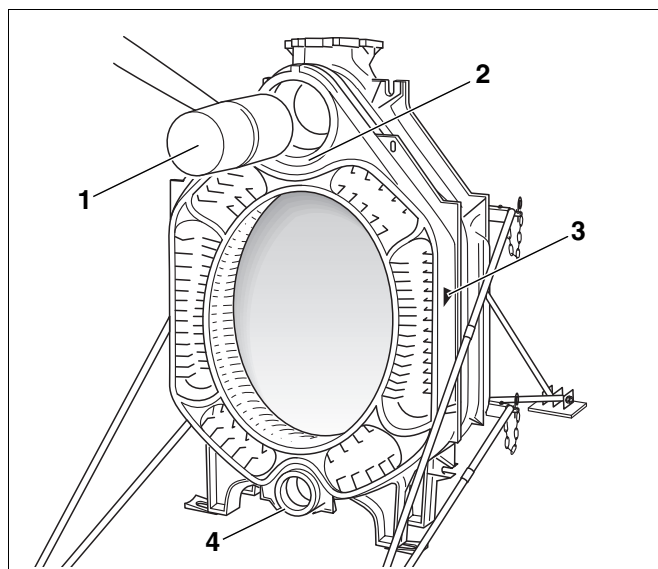

Fig. 18 Montarea elementului intermediar prin batere
- Elementul intermediar se așează cu alezajul superior și inferior (fig. 18, **poz. 2 și 4**) pe niplurile de pe elementul posterior, iar săgețile indicatoare a sensului de montaj (fig. 18, **poz. 3**) trebuie să arate spre spate.
- Se bate primul element intermediar cu un ciocan de lemn sau de cauciuc dur (fig. 18, **poz. 1**) spre elementul posterior.